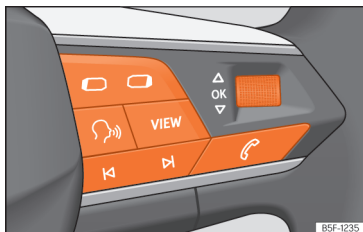

Abb. 63 Rechte Seite des Multifunktionslenkrads: Bedienelemente für die Menüs und Informationsanzeigen im Kombi-Instrument.
Solange eine Warnung der Priorität 1 vorliegt, » Seite 78, kann auf kein Menü zugegriffen werden. Einige Warnmeldungen können bestätigt und ausgeblendet werden über die Taste **OK** am Multifunktionslenkrad » **Abb. 63**.
- Falls eine Meldung oder das Fahrzeug-Piktogramm angezeigt wird, drücken Sie die Taste **OK** » **Abb. 63**; ggf. mehrere Male.
• Zum Menüwechsel verwenden Sie die Tasten **OK** oder **OK** » **Abb. 63**.
• Um das Menü oder die Informationsanzeige aufzurufen, die angezeigt wird, drücken Sie die Taste **OK** » **Abb. 63** oder warten Sie einige Sekunden lang bis das Menü oder die Informationsanzeige automatisch geöffnet werden.
- Im angezeigten Menü, drehen Sie das rechte Rädchen am Multifunktionslenkrad » **Abb. 63** bis der gewünschte Menüpunkt markiert ist. Der Menüpunkt wird umrahmt dargestellt.
- Drücken Sie die Taste **OK** » **Abb. 63**, um die gewünschten Änderungen vorzunehmen. Eine Markierung zeigt an, dass die entsprechende Funktion bzw. das System aktiviert sind.
Drücken Sie die Taste **OK** oder **OK** » **Abb. 63**.